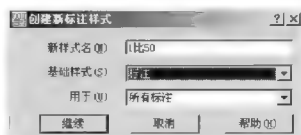

图 5.57 建立 1 : 50 标注样式
(1) 字体。一般字体高度为 $3.5\text{mm} \times 50 = 175\text{mm}$, 如“ $\phi 8@200$ ”。图名字体高度为 $7\text{mm} \times 50 = 350\text{mm}$, 图名旁边的比例字体高度为 $5\text{mm} \times 50 = 250\text{mm}$ 。
(2) 圆圈。钢筋编号圆圈的直径为 $6\text{mm} \times 50 = 300\text{mm}$, 钢筋编号圆圈内的字高为 $5\text{mm} \times 50 = 250\text{mm}$ 。定位轴线圆圈的直径为 $10\text{mm} \times 50 = 500\text{mm}$, 定位轴线圆圈内的字高为 $5\text{mm} \times 50 = 250\text{mm}$ 。
(3) 标注样式。以【标注】样式为基础样式(图 5.57)建立 1 : 50 的标注样式, 由于【标注】是 1 : 100 的标注样式, 所以只需将【调整】选项卡内的【使用全局比例】修改为“50”即可。